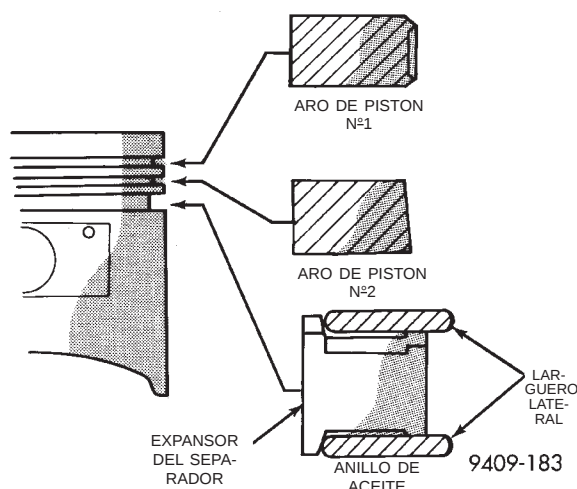

Fig. 8 Aros de pistón—Instalación
(1) Los aros de pistón n°1 y n°2 tienen un corte transversal diferente. Instale los aros con la marca de fábrica y la marca de tamaño mirando hacia arriba, orientadas hacia la parte superior del pistón (Fig. 8).